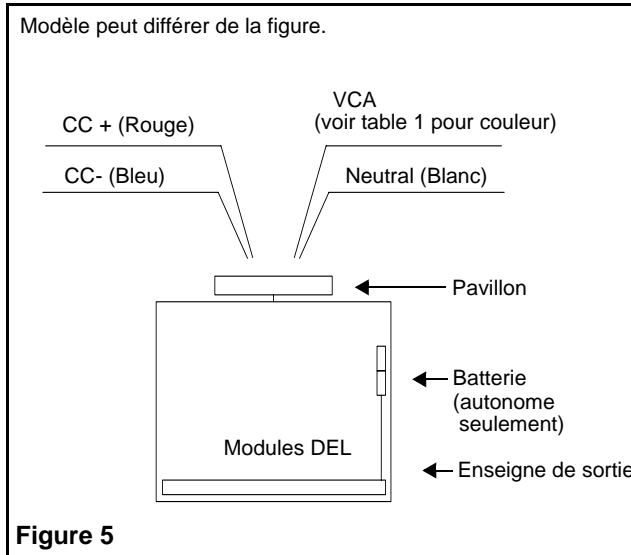

Figure 5
6. Effectuer les connexions nécessaires, notre modèle universel standard peut recevoir une tension 120 à 347 VCA (voir fig 5).
Se rapporter au câblage CA et CC de la figure 5.